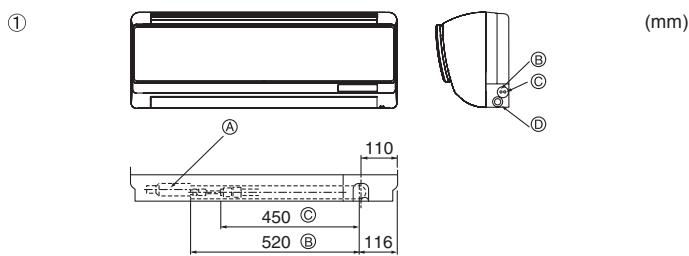

Fig. 4-2
① Θέση των σωληνώσεων ψυκτικού και αποχέτευσης (Fig. 4-2)
- (A) (Ενεργό μήκος: 640)
- (B) Σωλήνας υγρού
- (C) Σωλήνας αερίου
- (D) Σωλήνας αποχέτευσης